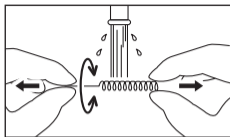

Fig. 33
- ② Après avoir utilisé le fil de nettoyage, nettoyez le fil pendant 15 secondes ou plus en tirant sur ses deux extrémités avec les doigts tout en faisant couler de l'eau tout autour du fil (Fig. 33).